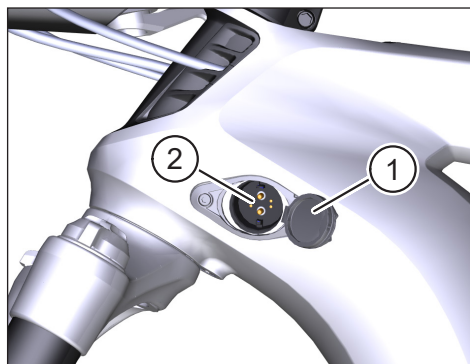

Fig. 49: Port de charge dans le cadre du véhicule
- Avant le nettoyage du Pedelec, vérifiez que le cache (pos. 1 dans Fig. 49) sur le port de charge dans le cadre du véhicule soit fermé et enclenché.
- Suite au nettoyage, vérifiez que le port de charge (pos. 2 dans Fig. 49) soit sec dans le cadre du véhicule. Si des gouttes d'eau se trouvent sur les contacts dans le port de charge, il est possible que le Pedelec ne puisse plus démarrer.